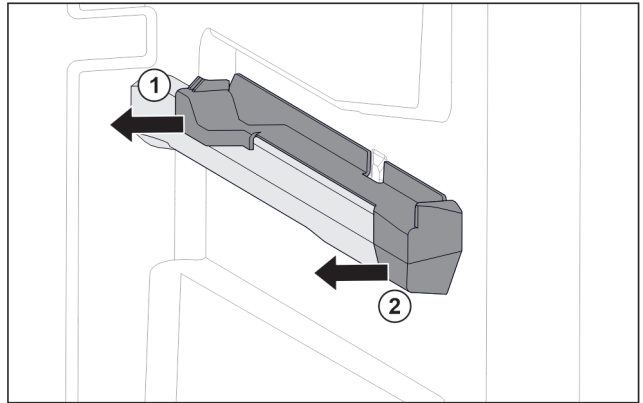

Fig. 102 Вставна частина на правому ребрі для резервуару
- ▶ Відсунути вставну частину назад вбік. Fig. 102 (1)
- ▶ Відсунути вставну частину вперед вбік. Fig. 102 (2)